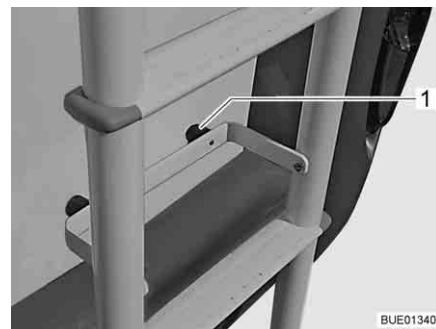

Fig. 2 Escalera plegada hacia abajo
- Colocar el estribo de protección con los puntos de goma (Fig. 2,1) contra la pared posterior del vehículo.